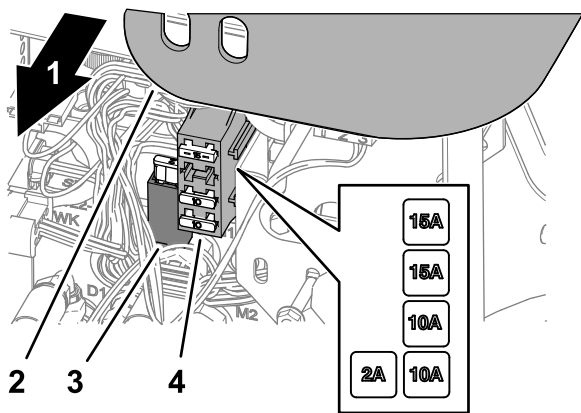

Figura 78
1. Sollevate la protezione dal braccio di comando (Figura 78).
2. Individuate il fusibile aperto nel portafusibile o nel portafusibili (Figura 78).
4. Montate la protezione sul braccio di comando (Figura 78).